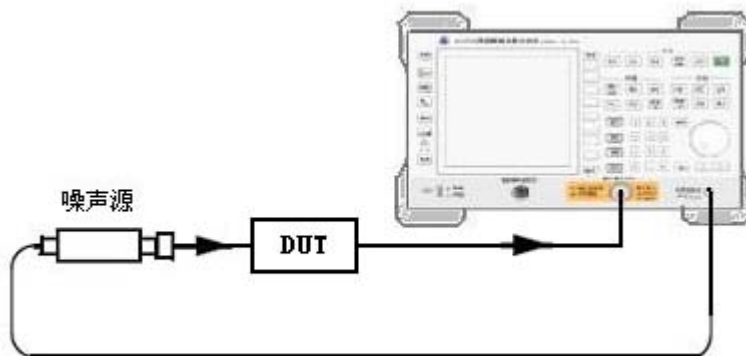

图 3-26 连接 DUT 进行测量
- 步骤3. 根据图3-26所示，将噪声源输入与被测件输入连接。